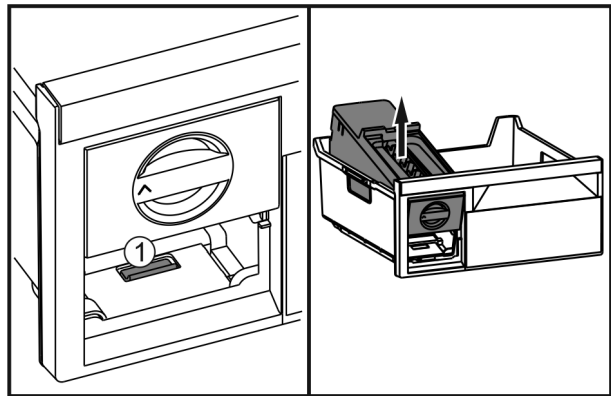

Fig. 63
- ▶ Apăsăți eclisa Fig. 63 (1) EasyTwist-Ice, ridicați-o din spate și scoateți-o din sertarul de congelare.